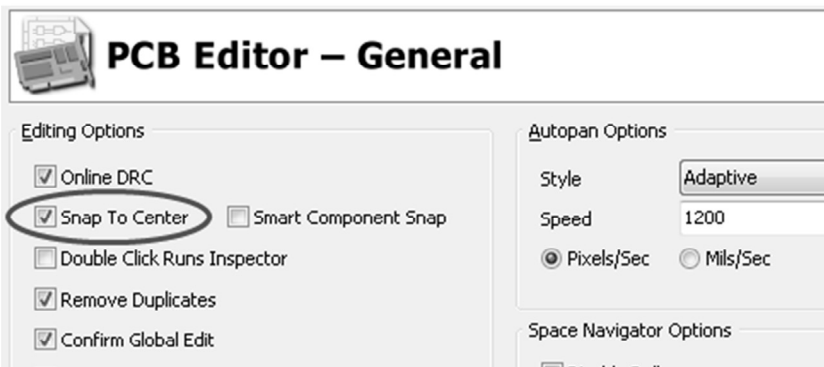

Рис. 4.6. Страница PCB Editor – General в окне Preferences
1. В меню **Tools** (Инструменты) выберите **Preferences** (Настройки) (последовательность клавиш: **T, P**), чтобы открыть диалоговое окно **Preferences** (Настройки). В диалоговом окне откройте страницу **PCB Editor – General** (Редактор печатных плат – Общие) и убедитесь, что в группе **Editing Options** (Параметры редактирования) включена опция **Snap To Center** (Привязка к центру), рис. 4.6. Если эта опция включена, то при «захвате» компонента для перетаскивания курсор автоматически помещается в точку привязки этого компонента.